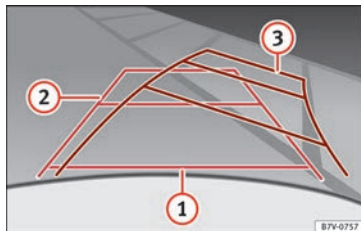

Abb. 217 Bildschirm: Orientierungslinien des Parkraums hinter dem Fahrzeug.
Bedeutung der auf den Bildschirm projizierten Orientierungslinien » Abb. 217. Alle Längenangaben der Orientierungslinien beziehen sich auf ein Fahrzeug, das auf einer waagerechten Fläche steht.
- Langsam rückwärtsfahren und dabei so lenken, dass die gelben Orientierungslinien in die Parklücke führen » Abb. 217 ❸.